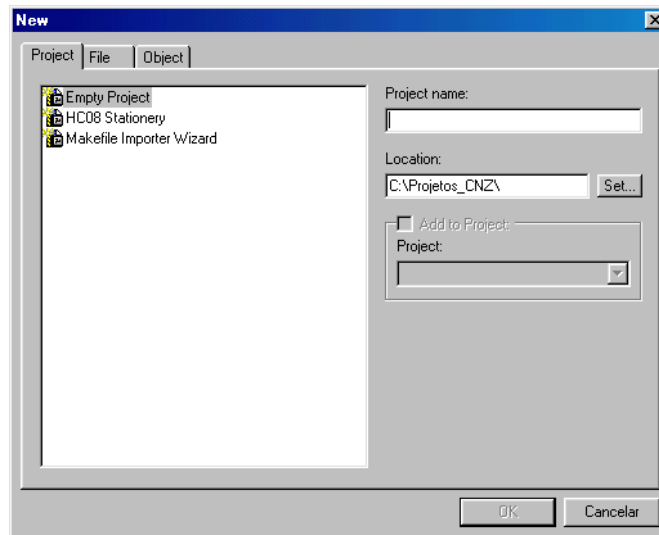

Figura 25 – Caixa de diálogo **NEW**
- A. Dentro do *CodeWarrior* selecione **File > New** na barra de menus. Isto apresentará a caixa de diálogo **NEW** (Figura 25). Tenha certeza que o painel **Project** está ativo, clicando na aba correspondente se necessário.